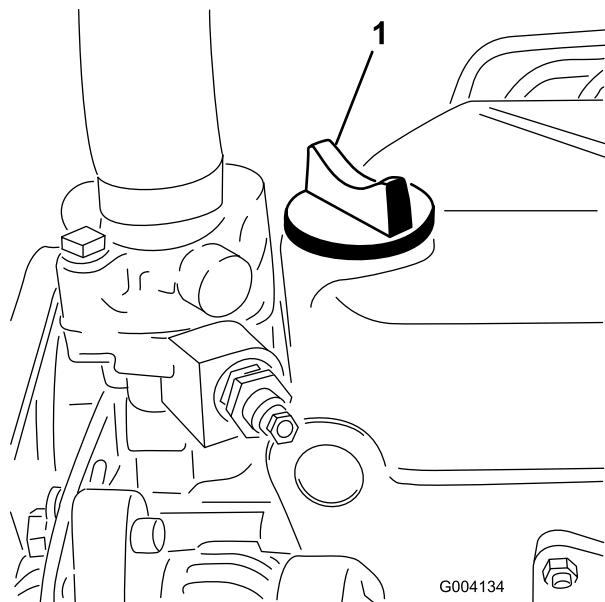

図 31
5. オイルの量が不足している場合は、補給キャップ (図 31) を取り、Full 位置までオイルを補給する。